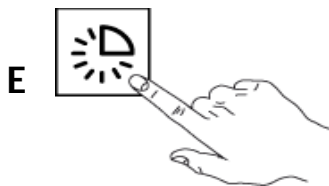

Abb. 29
- 4- Drücken Sie den KNOPF "E" - Waschzyklus starten. Die Kontrolllampe "F" leuchtet auf. (Abb. 29)